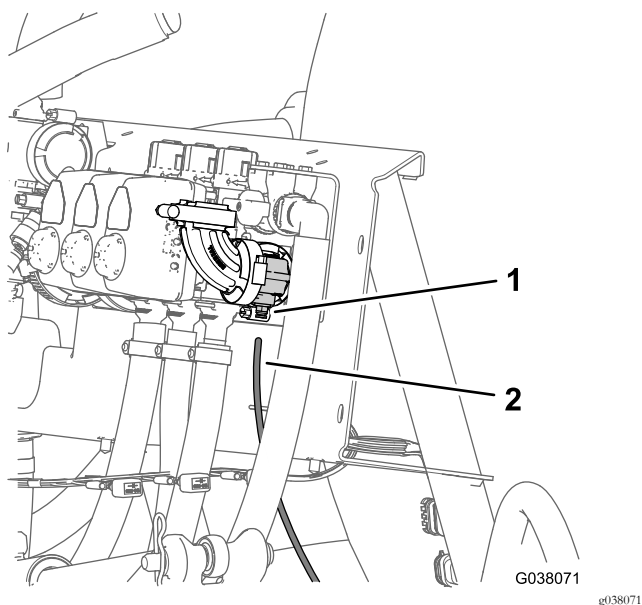

Figura 124
1. Allineate l'estremità del tubo di rilevamento della pressione (in plastica) per il manometro del cruscotto al collare di sicurezza per l'accoppiatore del tubo (Figura 124).
2. Inserite il tubo di rilevamento nel collare di sicurezza fino a quando non è completamente in sede (Figura 124).